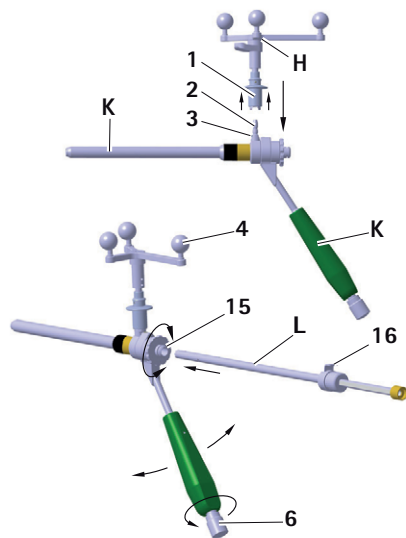

Рис. 12 Монтаж звездчатого блока Aescular на направляющей втулке S⁴C; установка втулки с внутренним отверстием S⁴C
- ▶ Для обеспечения беспрепятственной визуализации камерой отражающих маркерных шариков, отвинтить ручку 6 на рукоятке S⁴C направляющей втулки S⁴C K и повернуть блок управления Aescular H в нужное положение, см. Рис. 12.
Втулка с внутренним отверстием фиксируется на внутренней втулке и остается подвижной, см. Рис. 12.